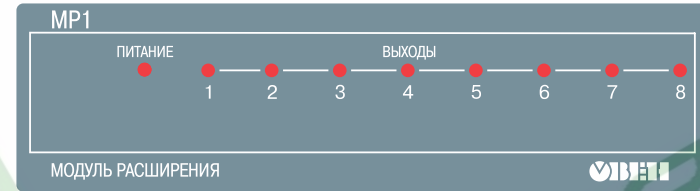

Рис. 1
3.2. На лицевой панели (рис. 1) расположены светодиоды: Выходы 1...8 – светится, когда включен соответствующий выходной элемент; ПИТАНИЕ – светится при включенном питании.